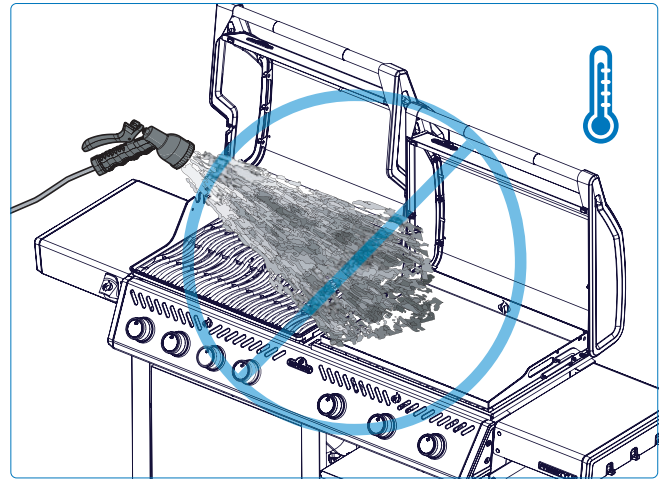

Fig. 31
- Nunca inunde una plancha caliente con agua fría. Esto puede causar deformación o daño **(Fig. 31)**.
- Nunca apague una llama ni controle llamaradas con agua **(Fig. 31)**.